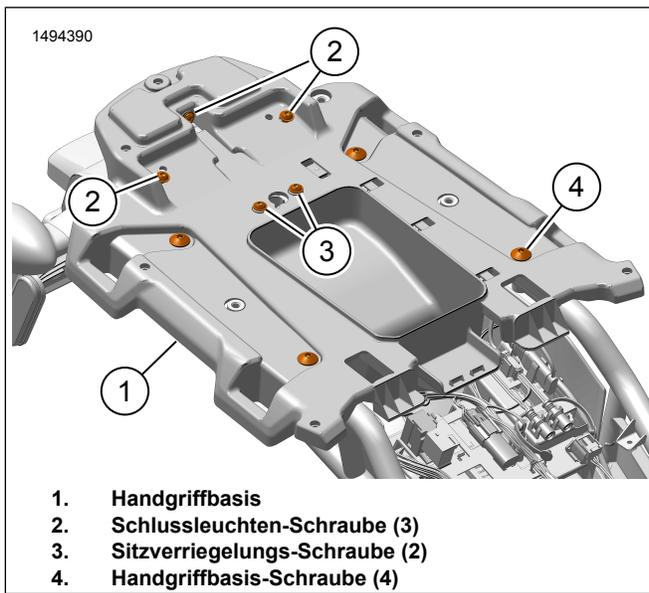

Abbildung 6. Einbau der Handgriffbasis
- a. Siehe Abbildung 6. Die Schrauben (3) der Sitzverriegelung einbauen. Festziehen.
- a. Siehe Abbildung 6. Die Schrauben (2) der Schlussleuchte einbauen. Festziehen.
4. Siehe Abbildung 6. Die Handgriffbasis (1) einbauen.
- a. Die Schrauben (4) der Handgriffbasis einbauen. Festziehen.